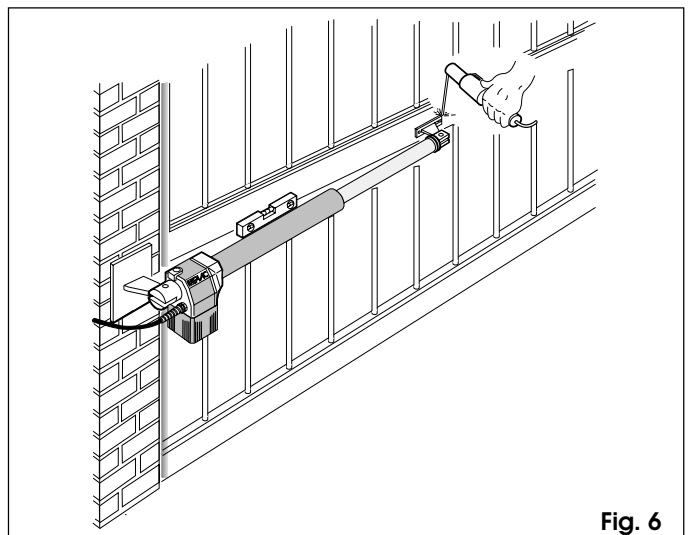

Fig. 6
- 8) Cierre la hoja de la cancela y, manteniendo el operador perfectamente horizontal, identifique en la hoja la posición del elemento de fijación anterior (fig. 6).